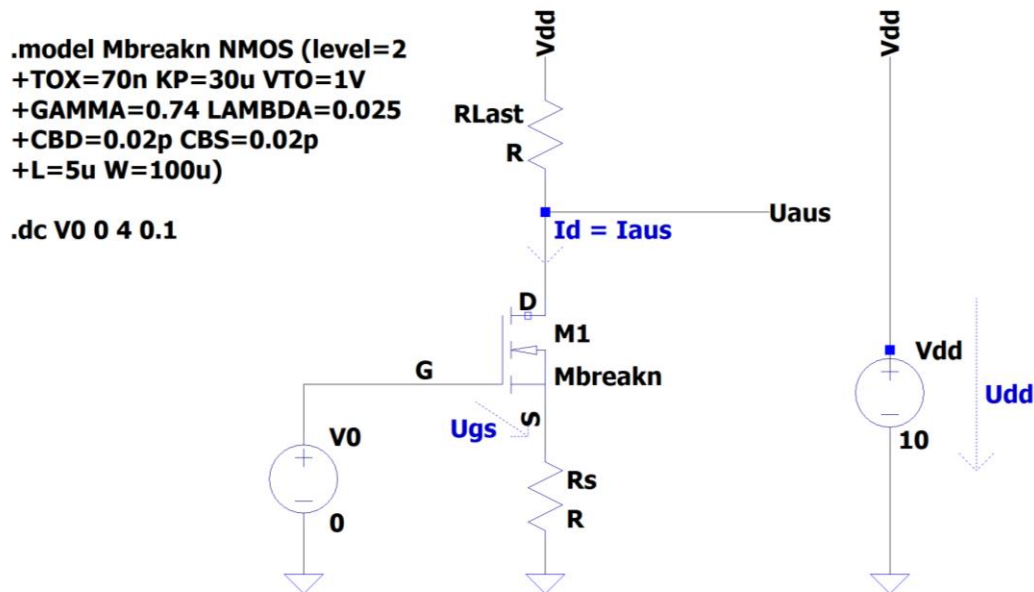

Abbildung 2: MOSFET-Stromquelle mit Gegenkopplung
Damit erhält man die in Abbildung 2 gezeigten Schaltungen. Am Ausgang der Stromquelle muss eine Last angeschlossen sein, durch die der Strom I_{aus} fließen kann. Der Drainstrom bildet somit den Ausgangsstrom: $I_D = I_{aus}$
Für die Berechnungen entnehmen Sie die Transistorparameter bitte dem in Abbildung 2 dargestellten Spice-Modell. Beispielsweise ergibt sich
- Bestimmen Sie rechnerisch die Spannung V_0 für die Stromquelle in Abbildung 2, sodass für $R_S = 0\Omega$ ein Ausgangsstrom von $0,5mA$ fließt.